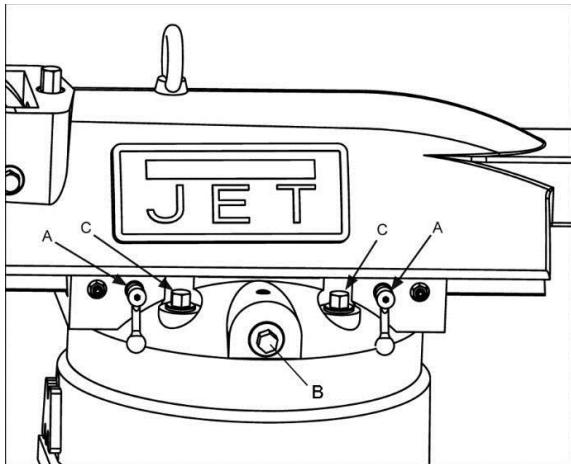

Рисунок 19
1. Ослабьте две ручки (A, Рис. 19), которые фиксируют подвижную консоль на его направляющих.
2. Поверните шестерню консоли (B, рис. 19) с помощью ключа, чтобы продвинуть консоль по направляющим.
3. Когда подвижная консоль перемещен в нужное положение, плотно затяните ручки (A, рис. 19).
1. Ослабьте четыре зажимных болта поворотной башни (C, рис. 19), которые закрепляют консоль на верхней части основания. Чтобы поворотная башня могла перемещаться, достаточно ослабить винты на пол-оборота.
3. Затяните четыре зажимных болта поворотной башни (C, рис. 19). Затягивайте в два этапа при помощи выставленного на определенную величину динамометрического ключа. Используйте перекрестную схему затяжки. Сначала затягивайте при величине крутящего момента 3,45 кгс*м, и окончательно при 6,9 кгс*м.